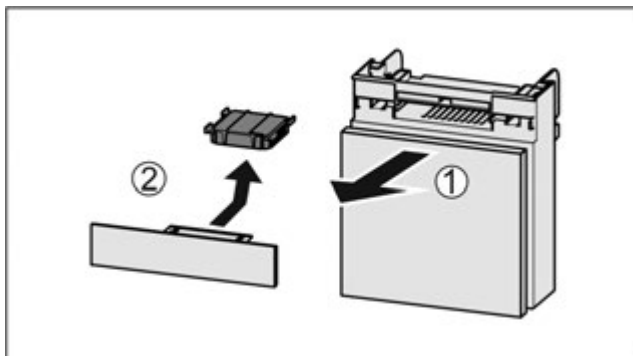

Fig. 83
- ▶ Потягніть Fig. 83 (1) відділення вперед.
- ▶ Витягнути Fig. 83 (2) фільтр з активованого вугілля.